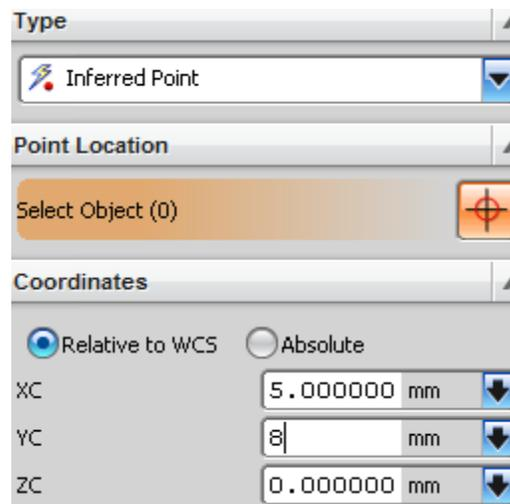

Figura 14. Punto inicial.
a) **Motion to Start Point** → **Direct**. Para seleccionar el punto, selecciona  y da las coordenadas que se indican en la figura 14.